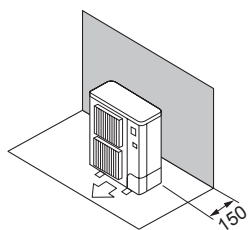

Fig. 2-3
- ① Obstacles à l'arrière (Fig. 2-3)